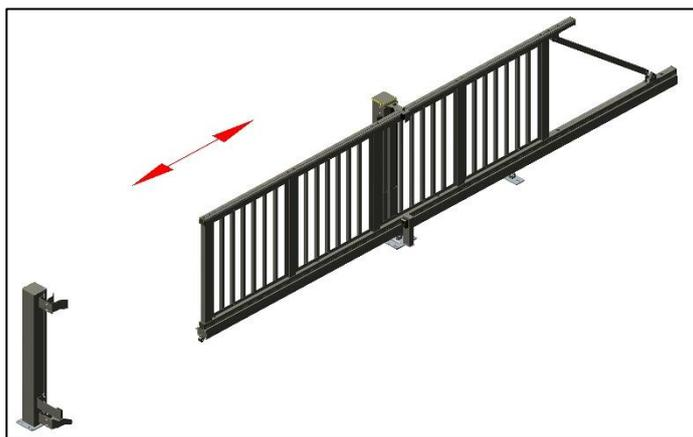

Abbildung 28: Tor in Mittelstellung schieben
2. Tor in Mittelstellung schieben. Siehe *Abbildung 28: Tor in Mittelstellung schieben*.